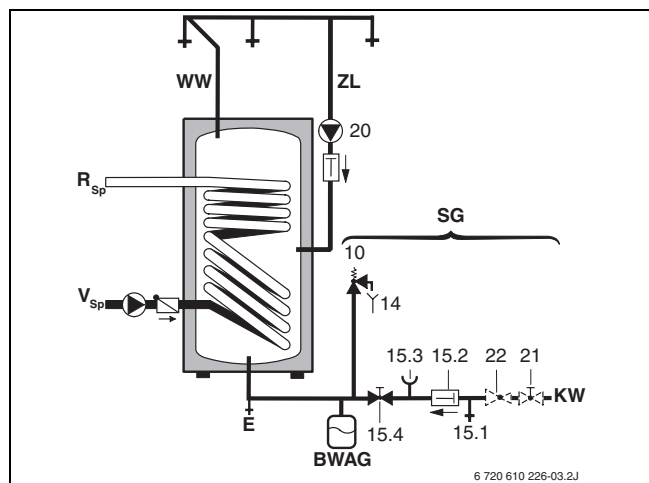

Fig. 4 Schema di collegamento lato acqua potabile
- ▶ Per lo schema di collegamento del ricircolo sanitario, vedere Fig. 4.